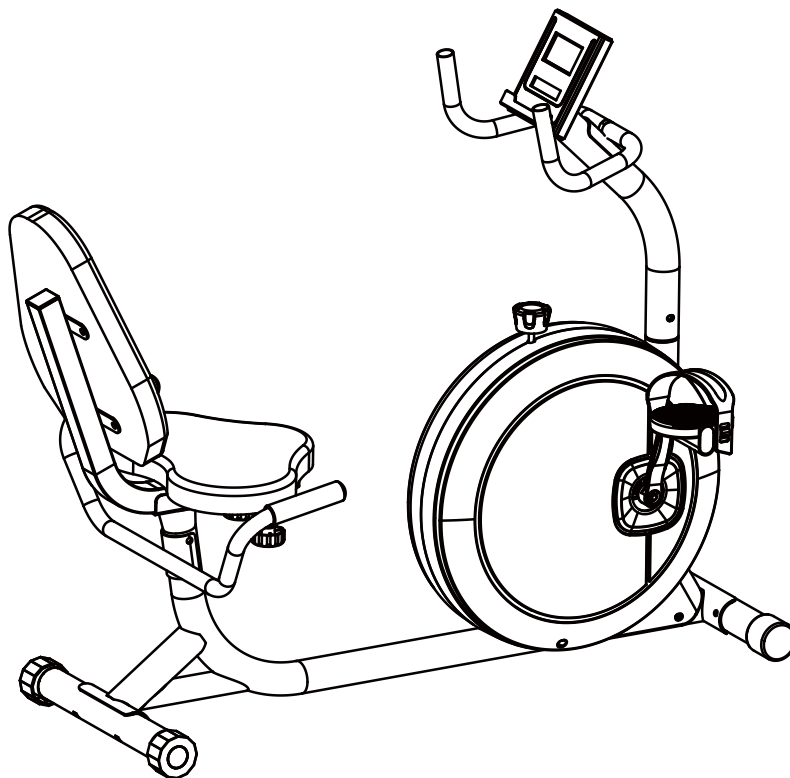

Figure 14
14. Après avoir assemblé toutes les pièces, vérifiez les vis de chaque partie pour vous assurer qu'elles sont bien serrées avant utilisation. Comme illustré sur la Figure 14.